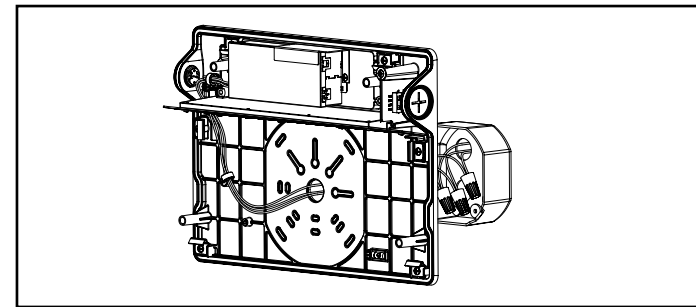

Figura 6
4. Para evitar comprimir el reflector blanco durante el montaje final, introduzca los terminales cableados en la caja de conexiones a través del orificio central para cables del disipador trasero. (Figura 6).